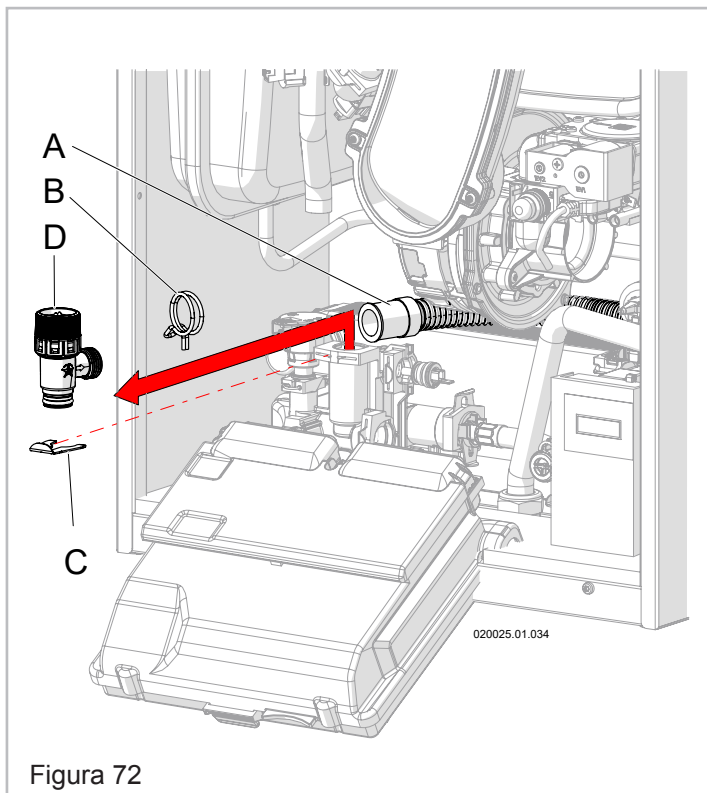

Figura 72
1. - Quando non è diversamente specificato fare riferimento a Figura 72;